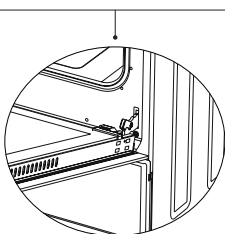

Рис. 2
2. Отведите замок петли до упора, на максимально возможный угол, как показано на Рис. 2. Приведите обе петли, соединяющие дверцу с рабочей камерой, в одинаковое положение.